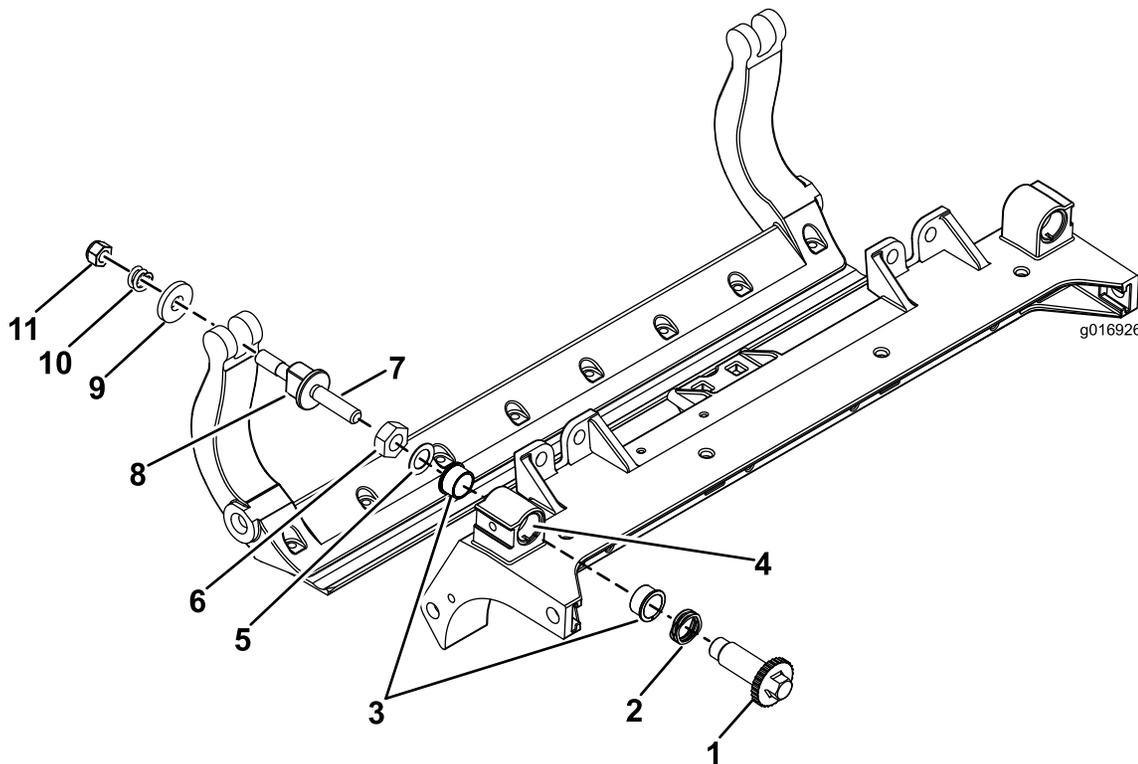

図 36
1. 全部のパーツを取り外すHD DPA キットの 取り付け要領書および図 36を参照。
2. カuttingユニットのセンターフレームのブッシュ挿入場所に固着防止剤を塗布する 図 36。
3. フランジブッシュのキーとフレームのキー溝を揃えて、ブッシュを挿入する 図 36。
4. アジャスタシャフトにウェーブワッシャを通し、アジャスタシャフトをCuttingユニットのフレームのフランジブッシュに通す 図 36。
5. 平ワッシャとロックナットでアジャスタシャフトを固定する 図 36。
12. その外側からスチール製ワッシャを取り付ける 図 36。
注 内側のワッシャには遊びがあってもかまいません 図 36。
15. 各ベッドバーアジャスタアセンブリを締め付けて圧縮スプリングを完全に圧縮し、そこから1/2回転だけ戻す 図 36。